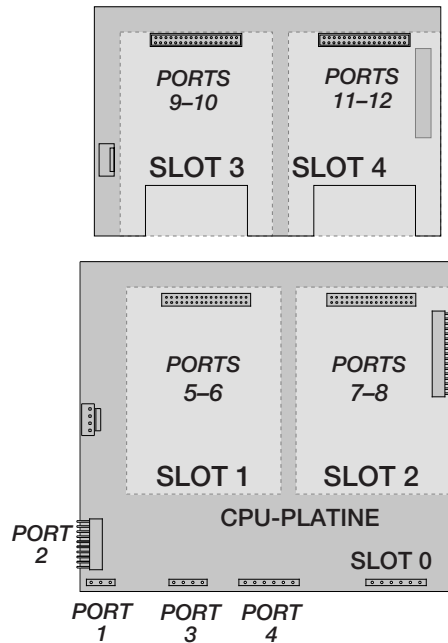

Abbildung 3-15. Zuordnung der seriellen Schnittstellen zu Zwei-Kanal-Erweiterungskarten
*Beispiel:* In einem System mit einer Erweiterungsplatine für zwei Karten sind die Schnittstellenzuordnungen wie in der Abbildung Abbildung 3-15 dargestellt reserviert. Wenn die einzige in diesem System installierte serielle Karte in Steckplatz 4 der Erweiterungsplatine installiert ist, besteht das System aus den seriellen Schnittstellen 1-4 (auf der CPU-Platine) und den Schnittstellen 11-12.